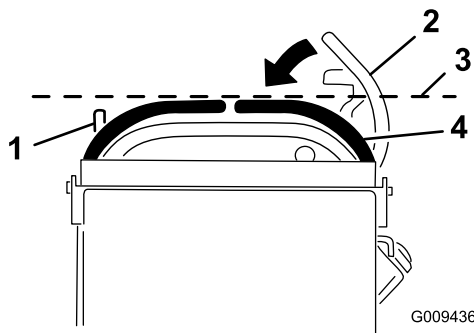

Figura 69
3. Empurre para baixo a alavanca direita de controlo do movimento para fora da posição de bloqueada em ponto-morto (Figura 69).
4. Verifique se alinha horizontalmente com a alavanca esquerda de controlo de movimento (Figura 69).